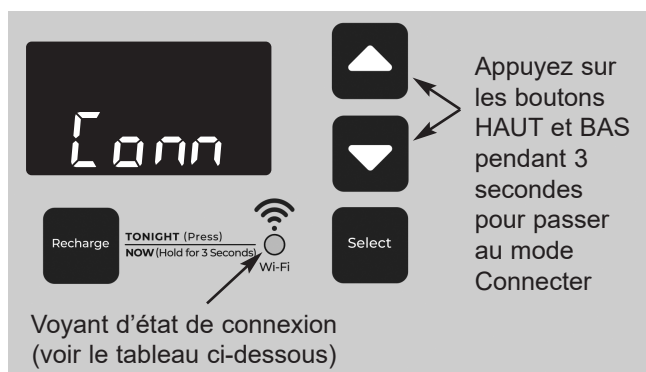

FIG. 30
3. Sur le panneau avant de l'adoucisseur (cf. Fig. 30), appuyez en même temps sur les boutons \triangle HAUT et ∇ BAS pendant 3 secondes.
4. Relâchez les boutons lorsque « Conn » apparaît à l'écran (cf. Fig. 30) et le voyant jaune de l'état connexion commence à clignoter.